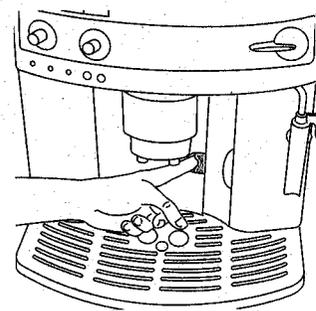
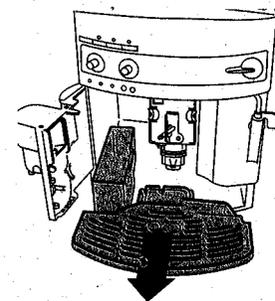

Рис. 15
Рис. 16
ПРИМЕЧАНИЕ 6: кофеварка подсчитывает количество чашек воды, которые были приготовлены. Каждые 14 чашек загорается индикатор ☕, предупреждая, что кассета для кофейной гущи заполнена и ее необходимо вытряхнуть и прочистить. До очистки кассеты для гущи лампа остается горячей, а кофеварка больше не готовит кофе. Для того, чтобы произвести очистку, откройте дверцу для обслуживания, расположенную в нижней части (потянув за специальную ручку, рис. 15), извлеките ванночку для сбора воды, рис. 16, и очистите ее. Тщательно очистите кассету для кофейной гущи, удалив все остатки которые могут находиться на дне. **ОБРАТИТЕ ВНИМАНИЕ:** когда извлекается ванночка для сбора воды, **НЕОБХОДИМО ОБЯЗАТЕЛЬНО** чистить кассету для гущи, даже если она не заполнена. Если эта операция не выполняется, может случиться, что когда будут готовиться последующие порции кофе, кассета переполнится и кофеварка засорится кофе.
- откройте дверцу для обслуживания, рис. 15;
- извлеките ванночку для сбора воды и кассету для гуши, рис. 16 и промойте их;